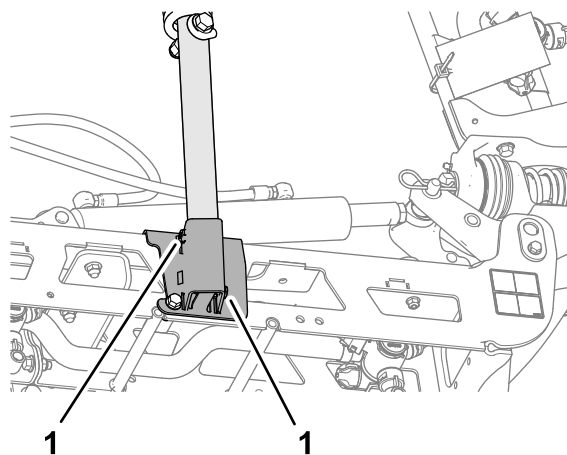

Figura 111
3. Slăbiți cele 2 uruburi de reglare care fixează tubul suportului inferior (Figura 111).